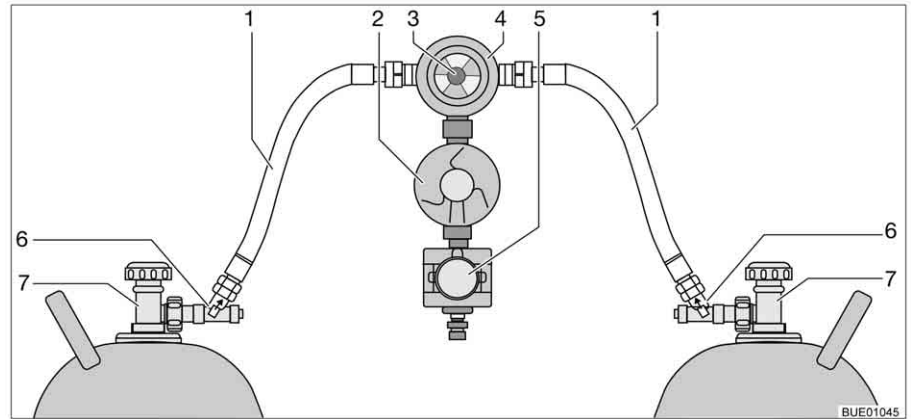

Fig. 99 Impianto di commutazione Crash Protection Unit
La Crash Protection Unit consiste di due limitatori di flusso con sblocco manuale (Fig. 99,6), di una valvola di commutazione (Fig. 99,4) con regolatore di pressione (Fig. 99,2), di una elettrovalvola (Fig. 99,5) e di una centralina di controllo con LED a tre colori. La valvola di commutazione viene montata tra i due tubi del gas (Fig. 99,1).
Con la manopola (Fig. 99,3) sulla valvola di commutazione è possibile stabilire, quale delle bombole del gas viene utilizzata come bombola in uso e quale bombola del gas viene utilizzata come bombola di riserva.
Sulla centralina di controllo (Fig. 100) possono venire azionate solo le funzioni elettriche. Le valvole principali di arresto delle bombole del gas (Fig. 99,7) e gli sblocchi (Fig. 99,6) devono essere aperti a mano.
- Aprire le valvole principali di arresto delle bombole del gas (Fig. 99,7).
- Premere gli sblocchi (Fig. 99,6) uno dopo l'altro per 10 secondi.
- Con la manopola (Fig. 99,3) sulla valvola di commutazione (Fig. 99,4) selezionare la bombola del gas, da cui proviene la principale alimentazione del gas (bombola in uso).
- Chiudere le valvole principali di arresto delle bombole del gas (Fig. 99,7).